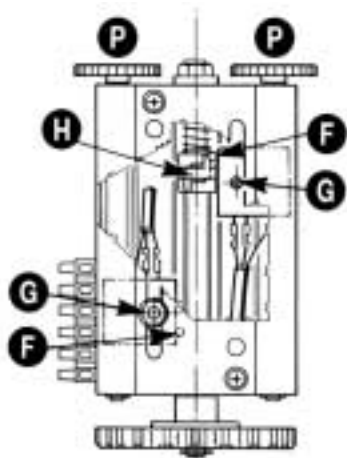

Fig. 7
Para el ajuste (fig. 7): desbloquear las tuercas G.
- 1 - **Tras haber colocado las levas de tope de recorrido en la cremallera (Fig.7 Pág.4)** poner el Dip1 en posición ON. El piloto DL5 comienza a parpadear.